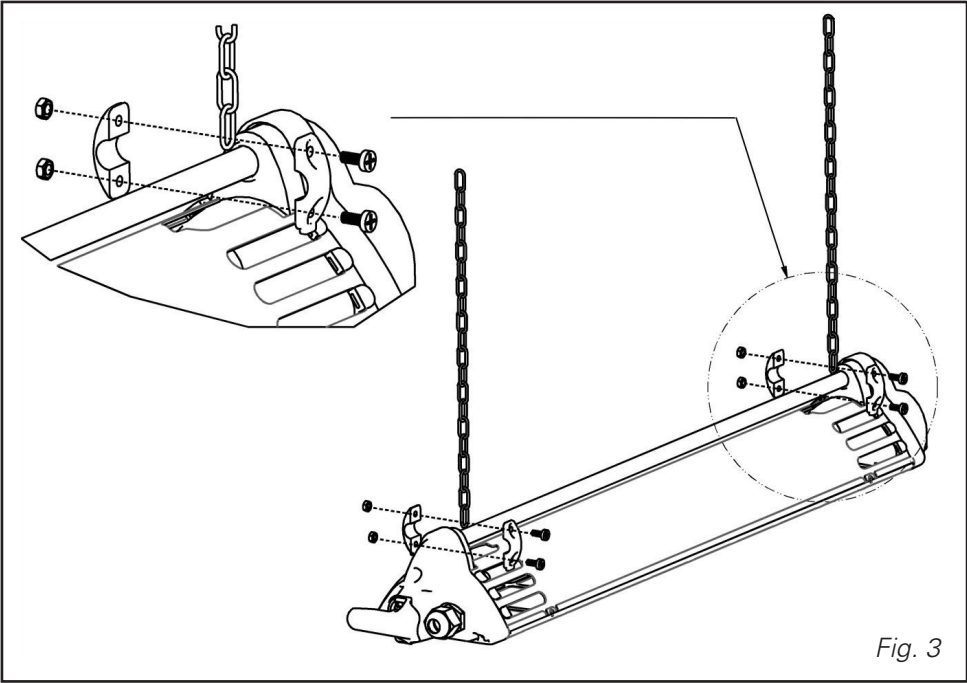

Fig. 3
- Крепление к потолку при использовании цепей (768S). Перед сверлением убедиться, что участок потолка, где должен располагаться прибор, является прочным. Закрепить два дюбеля с проушиной, предоставляемые в комплектации, на расстоянии 55 см друг от друга. Затем заблокировать омегаобразные крепления вокруг алюминиевой трубы, соблюдая осторожность в отношении прохождения винта, находящегося на самом дальнем расстоянии от прибора, через последнее звено цепи, в соответствии с указаниями рис. 3. Омегаобразные крепления должны располагаться на концах трубы, на максимальном расстоянии между ними, таким образом, чтобы обеспечить максимальную устойчивость.